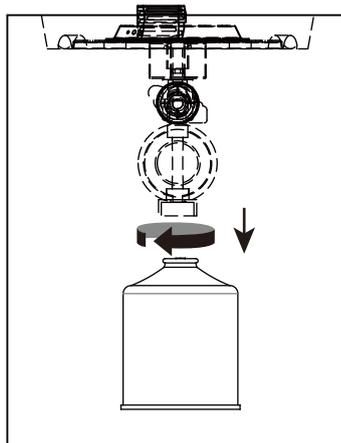

Abbildung 3
2. Drehen Sie die Gasflasche gegen den Uhrzeigersinn, bis er lose ist (Abb. 3).